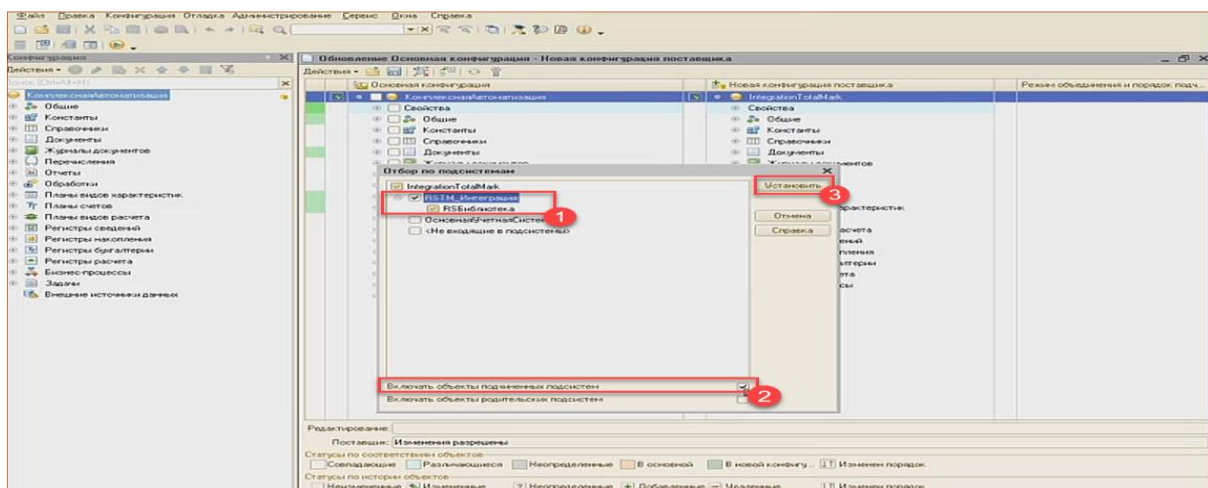

Рис. 11.32 - Обновление конфигурации
- 5) Необходимо установить флажки только для подсистемы RSTM_Интеграция и RSБиблиотека. А также включить объекты подчиненных систем (Рис. 11.32);